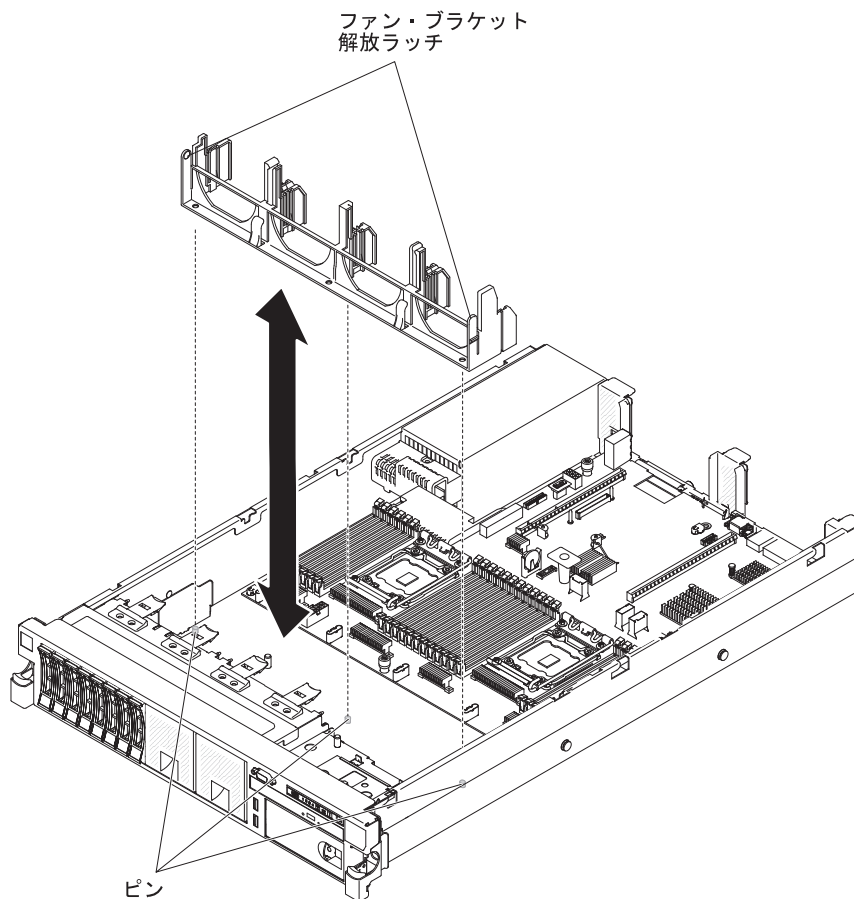

図 181. ファン・ブラケットの取り外し
2. 230 ページの図 181 に示すように、ファン・ブラケット・リリース・ラッチをそれぞれ内側に押して、ファン・ブラケットを持ち上げてサーバーから取り外します。